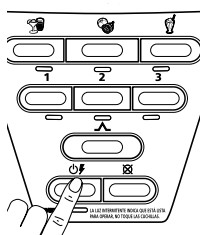

Fig. 19
1. Presione el botón de encendido/apagado  (Fig. 19) para encender el artefacto. Todas las luces parpadearán por un momento y la luz de encendido continuará parpadearando, lo que significa que el artefacto está activado y listo para usar.
7. Presione el botón de encendido/apagado  (Fig. 19) para apagar el artefacto.